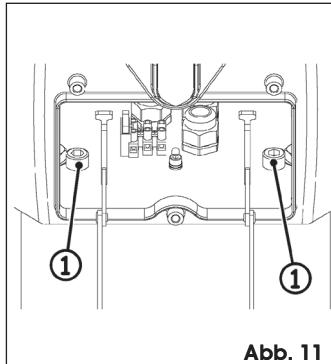

Abb. 11
- Das mittlere Fach erneut öffnen und die beiden Schrauben anschrauben, Abb. 11 Bez. ①.